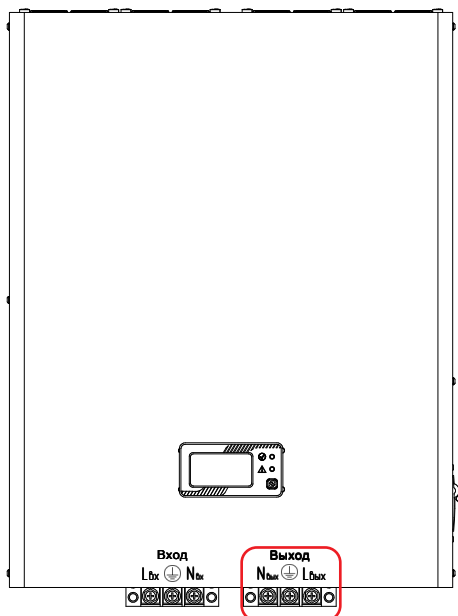

Рисунок 32. Стабилизаторы Штиль IS8000 и IS10000. Выводы «Выход N-⊥-L»
- у моделей IS8000 и IS10000 к выводу «Выход N- $\perp$ -L» (**рисунок 32**).